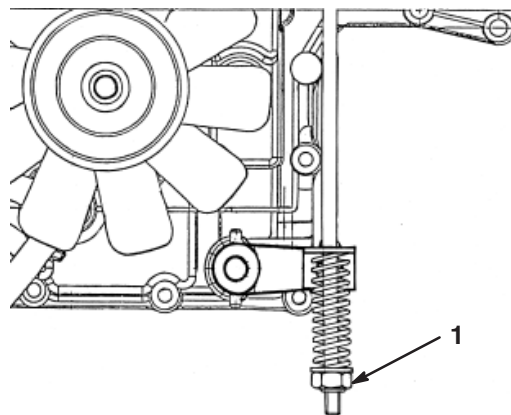

Bild 21
Die Bremse befindet sich an der rechten Seite der Hinterachse im Hinterreifen (Bild 21).
3. Drehen Sie die Einstellmutter der Bremse im Uhrzeigersinn, bis Sie den Traktor nicht mehr schieben können (Bild 21).